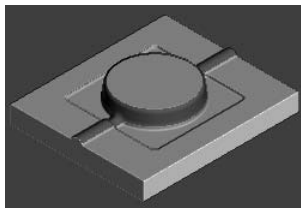

图 3-165 仿真加工结果
2) 在“仿真”工具栏的“当前刀具路径”下拉列表中选择要模拟的刀具路径 finish1, 然后单击“执行”按钮, 系统开始自动仿真加工, 仿真加工结果如图 3-165 所示。